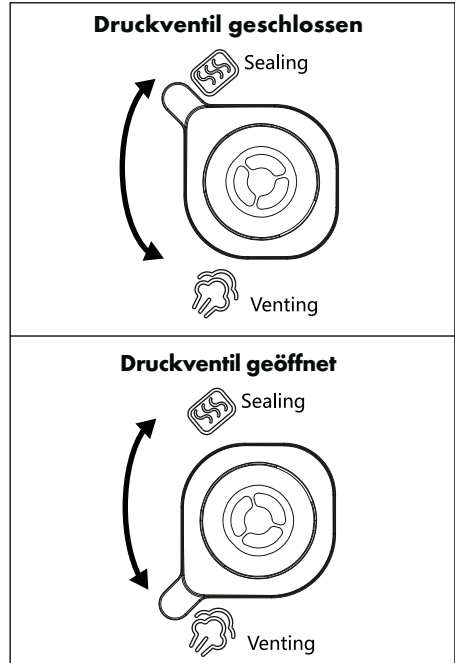

Abb. 6
- Wenn Sie ein Programm mit Druck durchführen möchten, muss das Druckventil **1** bis zum Ende des Kochvorganges geschlossen sein: Drehen Sie zum Schließen das Druckventil **1** so, dass der Regler auf  **Sealing** weist (Abb. 6).
- Wenn Sie ein Programm ohne Druck durchführen möchten, muss das Druckventil **1** geöffnet sein (ausgenommen ist hiervon das Programm **Kuchen (Pâtisserie) 15**): Drehen Sie hierzu das Druckventil **1** so, dass der Regler auf  **Venting** weist (Abb. 6).